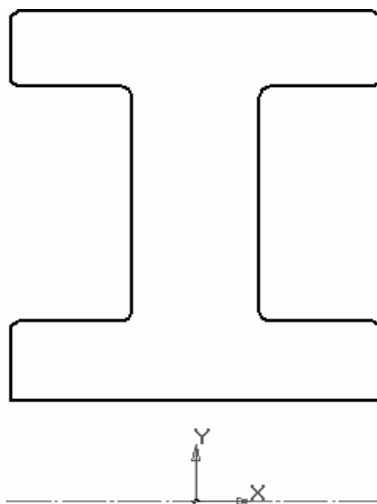

Рис. 3.53. Эскиз базовой операции вращения колеса
1. Выделите в дереве построения плоскость XY и нажмите кнопку Эскиз. Постройте в эскизе контур половины сечения зубчатого колеса. Можете вычерчивать его, как было описано в гл. 2 (главное, чтобы оно имело точные размеры), но значительно проще скопировать этот контур из чертежа редуктора (с верхнего вида). Не забывайте, что контур эскиза не должен содержать разрывов или пересекать сам себя. Кроме того, в эскизе обязательно должна быть одна ось – горизонтальный отрезок, выполненный стилем Осевая и проходящий через точку начала координат эскиза (рис. 3.53).